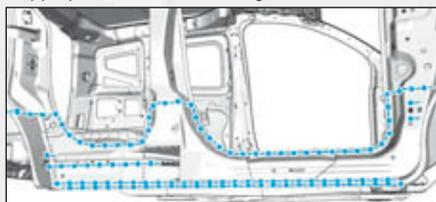
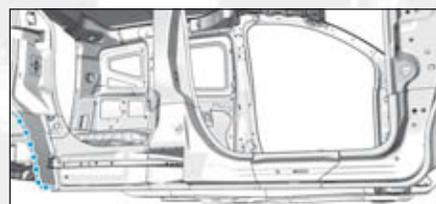

FIG. 110
FIG. 111
• Préparer les zones d'accostages sur la caisse (Fig.110) et (Fig.111).
- Préparer les zones d'accostages sur la caisse (Fig.110).